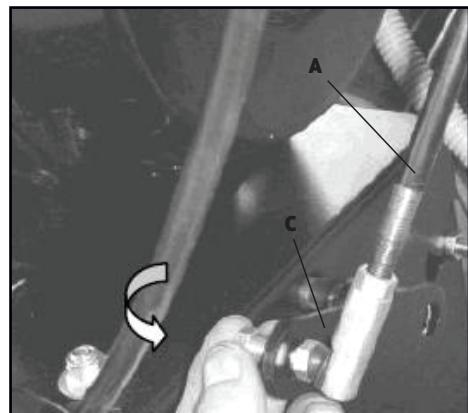

Рис. 4
- Соедините другую сторону штанги **A** с рычагом переключения передач **C** в нижней части машины (рис.4).